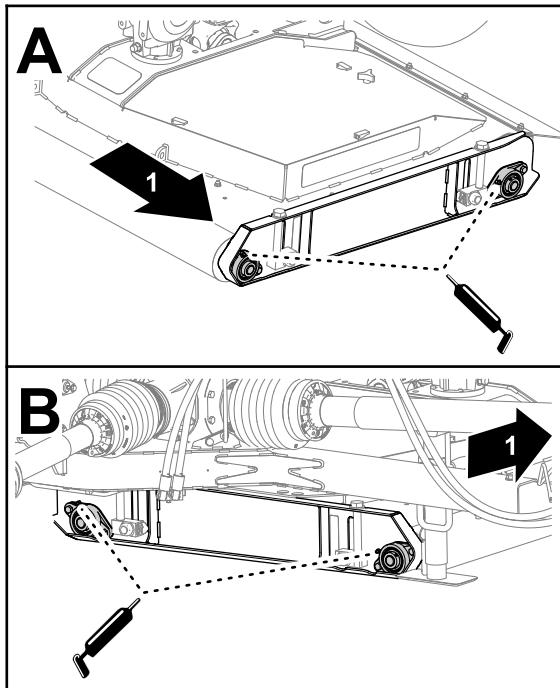

Figure 56
2. Graissez les roulements des rouleaux de plateau du côté droit du plateau (Figure 56).
1. Appliquez la graisse spécifiée sur les roulements des rouleaux de plateau, du côté gauche du plateau (Figure 56).